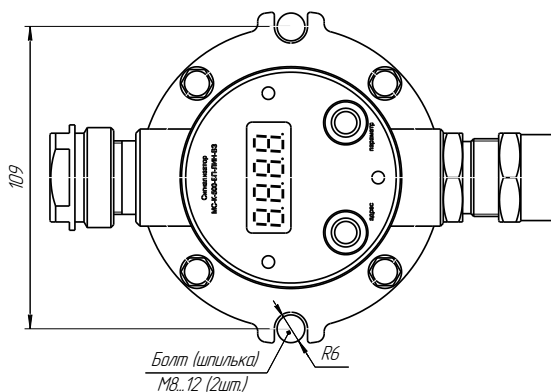

Рисунок 8
3.5.1 Крепление сигнализатора осуществляется к плоской поверхности при помощи двух болтов или резьбовых шпилек с гайками **M8...M12** (рисунок 8).